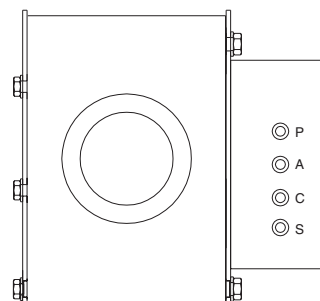

図. 11: ガン洗浄ボックスエア取り付け金具 (下面図)
- GFB ガン洗浄ボックス（エアラインの取り付け金具 A、C、P、S についての詳細は、図. 11 を参照してください）
2. 圧カスイッチ (107) を示されているように配置します。バルクヘッド取り付け金具 (108) を取り付け、スイッチをパネルの側面に固定します。バルクヘッド取り付け金具にチューブアダプタ (118) を取り付けます。
3. 圧カスイッチワイヤを、指定された張力緩和 (K) を通して送ります。PS#1 ワイヤをピン 7 および 8 に接続します PS#2 ワイヤ (使用する場合) をピン 9 および 10 に接続します
4. チューブアダプタ (118) からガン洗浄ボックスの下の A ポートまで、外径 4mm (5/32 インチ) エアチューブを接続します。図. 2 と 図. 11 を参照してください。
4 つのガン洗浄ボックスエア取り付け金具が次のようにラベル付けされています。図. 11 を参照してください。